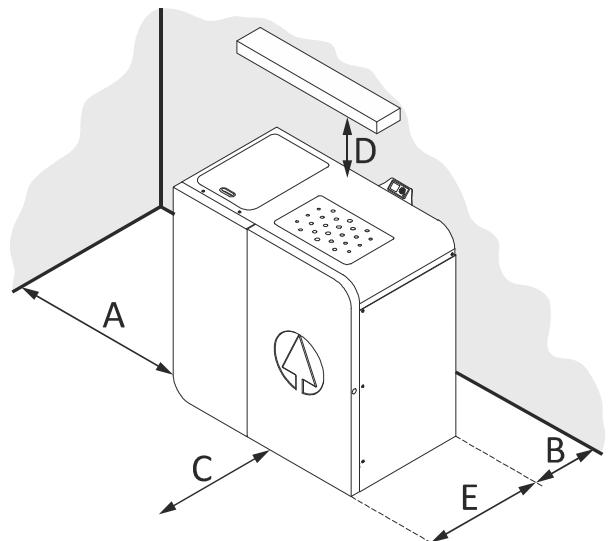

Figura 4
- 4.19.** Confirme os espaços entre a caldeira, o combustível e qualquer tipo de material inflamável, confirme na figura 4.